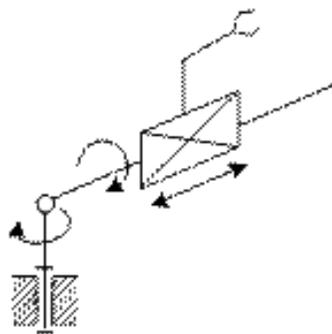

Рис. 13.1. Схема манипулятора
2. Задача. Определить подвижность, манёвренность и зону обслуживания манипулятора. При этом внести все необходимые обозначения кинематических пар и звеньев. Схема манипулятора представлена на рис. 13.1.